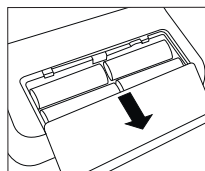

Fig. 1
- Abra o compartimento das pilhas na parte inferior do aparelho (ver Fig 1). Introduza as pilhas (ver Capítulo 13 Dados técnicos), prestando atenção à polaridade correta (+ e -). Feche novamente o compartimento das pilhas. A indicação 12 h ou 24 h começa a piscar no visor. Acrete a data e a hora, conforme se indica a seguir.